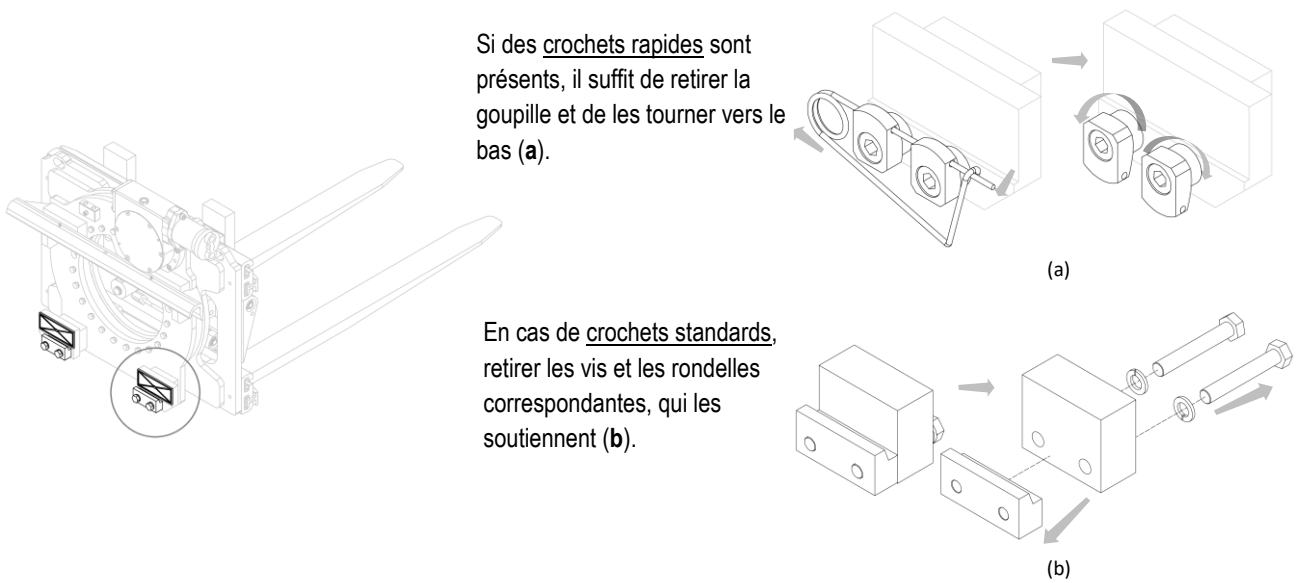

Figure 7
- Retirer les crochets inférieurs de l'équipement et graisser les lardons de guidage (voir Figure 7).